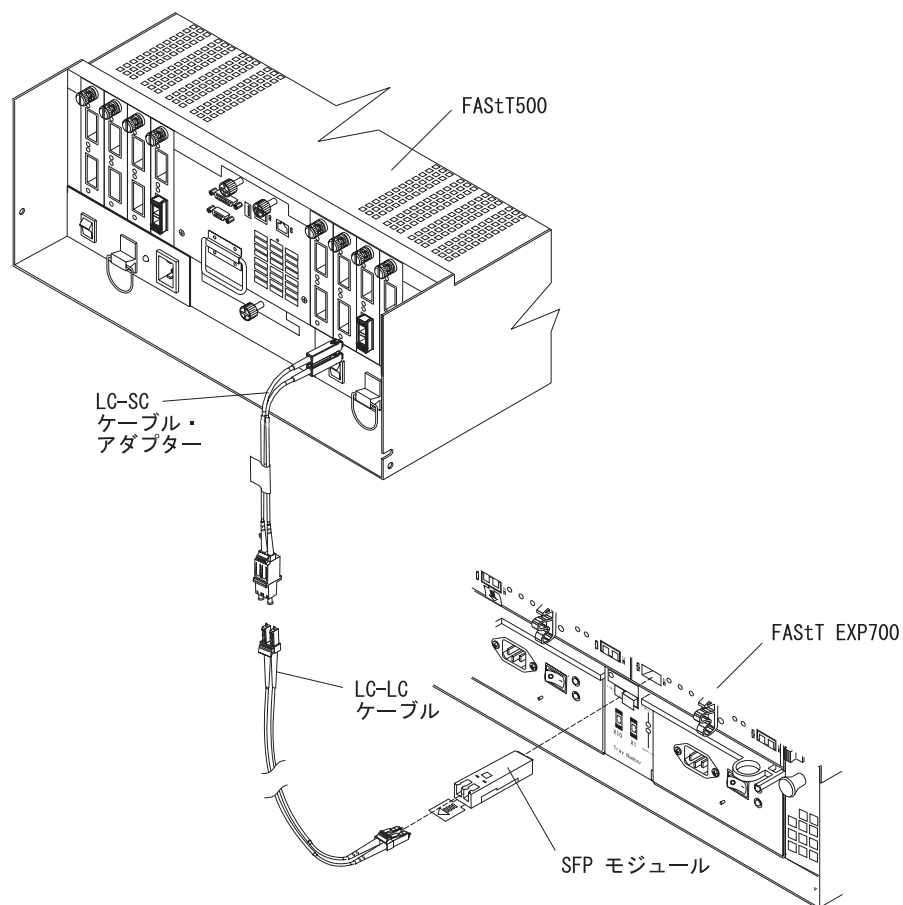

図 31. FAST EXP700 への FAST500 の接続
2. 37 ページの図 31 をガイドとして使用し、以下の手順を完了して FAStT500 を FAStT EXP700 に接続します。